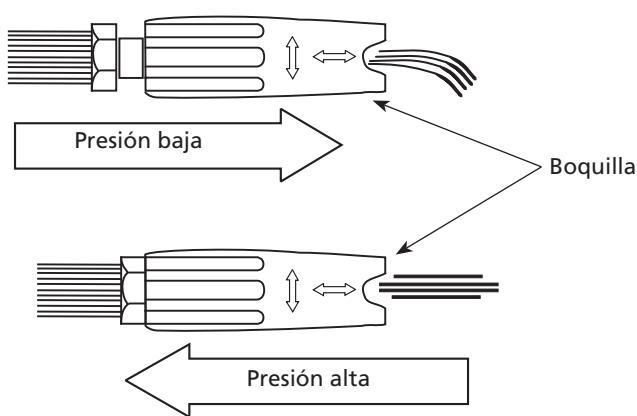

Figura 15 - Ajuste de la boquilla para regular la presión
3. Coloque la mano alrededor de la sección final de rociado de la lanza (la sección que gira de izquierda a derecha). Tire firme y rápidamente hacia afuera. (NOTA: No ajuste la lanza mientras está rociando.) La lanza se extenderá 1/2" y quedará en presión baja (vea la Figura 15). El jabón sólo se puede succionar a baja presión.